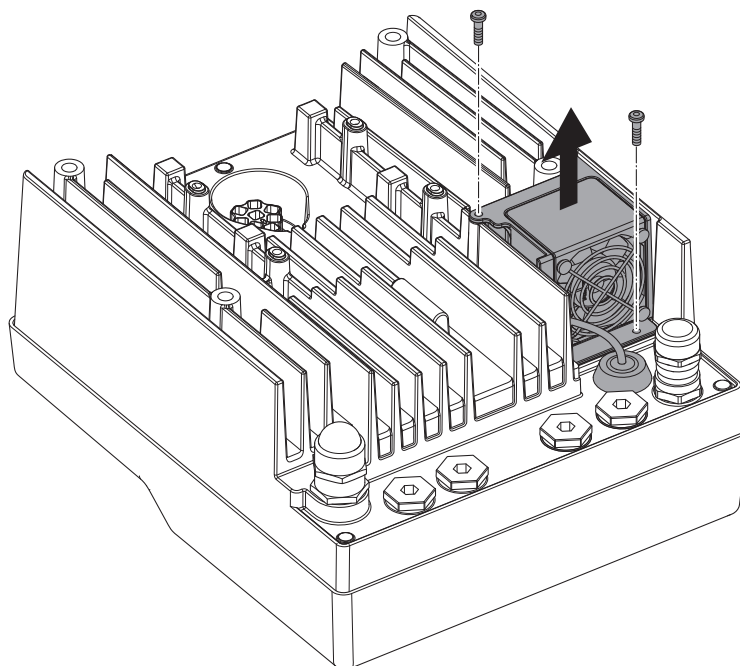

Fig. 47: Démontage du ventilateur du module
- Desserrer les vis du ventilateur du module (Fig. 47).